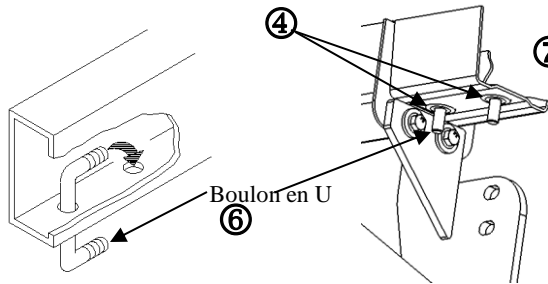
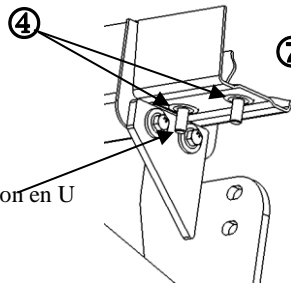

Figure 4
Figure 5
- Retirer le crochet de dépannage du longeron côté conducteur en retirant les pièces de fixation M10 (4). Remettre le crochet de dépannage et les pièces de fixation au propriétaire du véhicule.
- Du côté passager, retirer (2) les boulons hexagonaux M8 du flasque inférieur à l'extrémité du longeron (situé juste derrière du support de dispositif de suspension d'échappement), comme illustré, et mettre au rebut.
- Installer le boulon en U, comme illustré dans la **figure 4**, et faire glisser les rondelles coniques par-dessus le boulon afin qu'elles servent d'espaceurs. Y apposer un ruban jusqu'à ce que le support soit installé, voir **figure 5**.